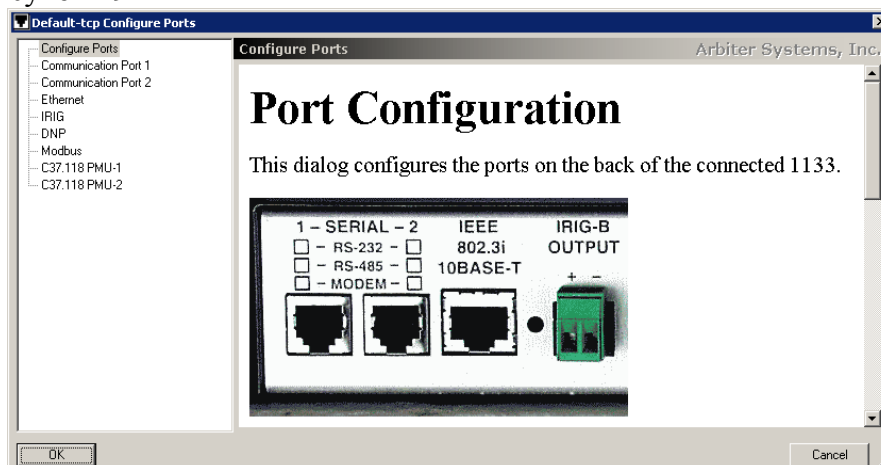
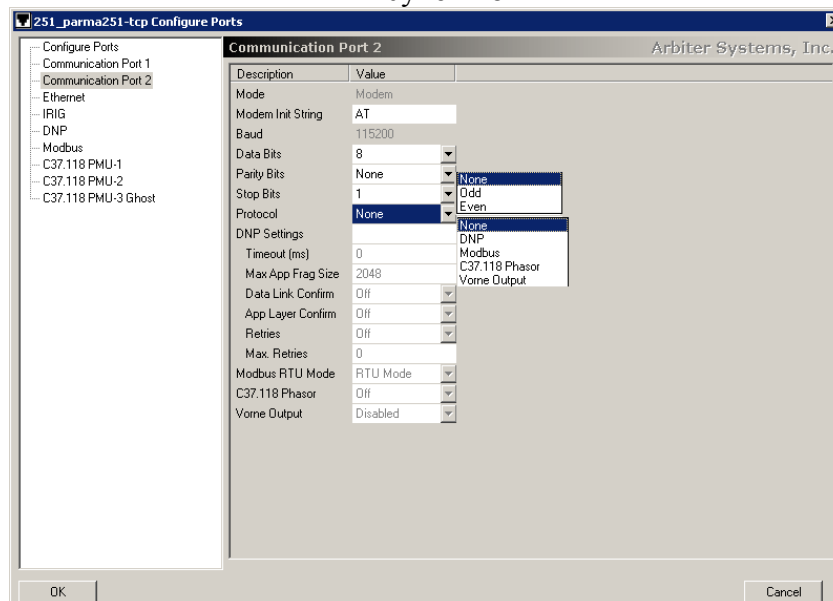

Рисунок 18
Рисунок 19
– в ПО PSCSV™ выберите меню Connection > Configure> Communication Ports, или щелкните кнопку  в открывшемся диалоговом окне «Communication Ports», рисунок 18 выберите в левой части тот коммутационный порт, который вы хотите настроить, и на правой панели, рисунок 19